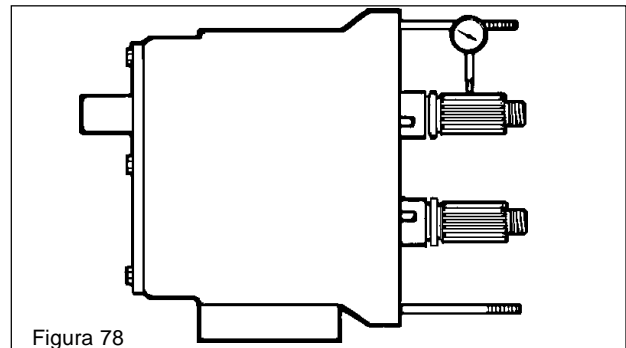

Figura 78
1. Compruebe el rodamiento con un indicador de esfera para medir el juego radial del eje. Si la desviación es mayor o igual que la holgura diametral del rotor al cuerpo (consulte la Tabla 1, página 49), reemplace los rodamientos. (Vea la figura 78)